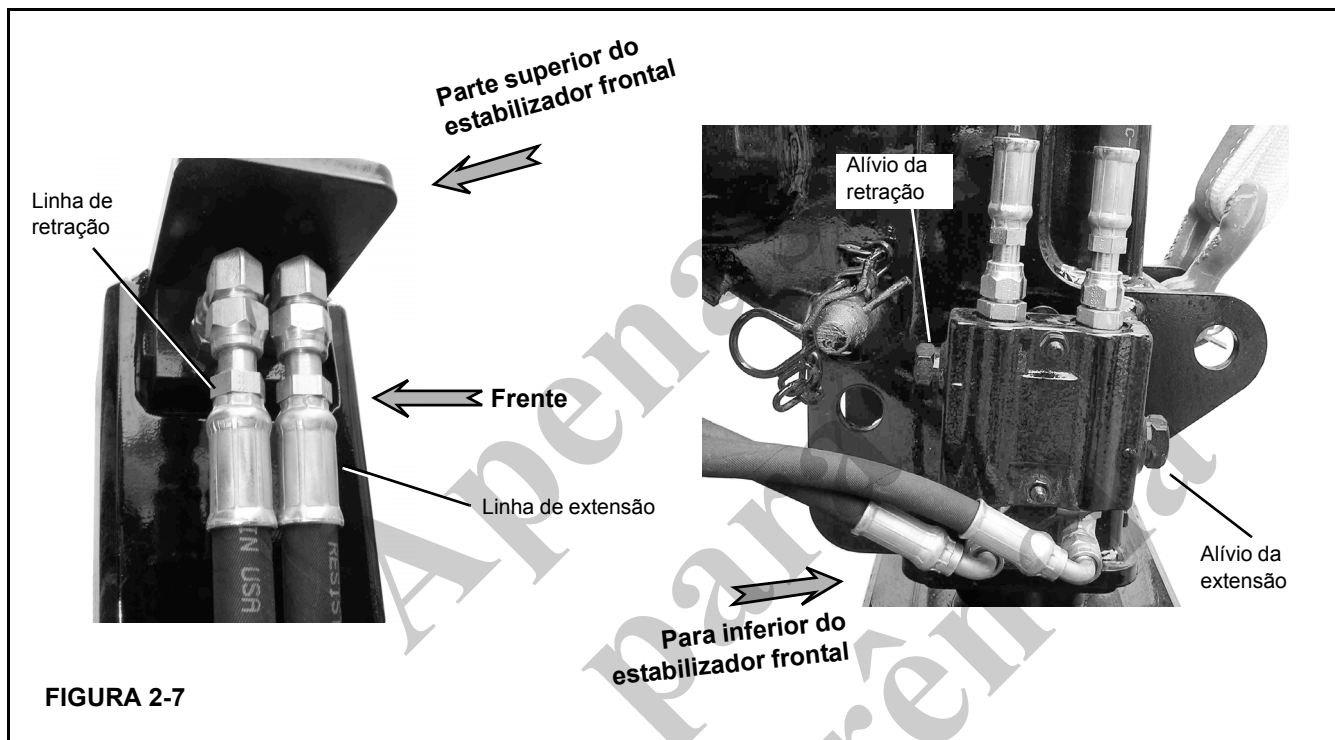

FIGURA 2-7
1. Desconecte as linhas de extensão e retração do SFO (Figura 2-7). Tampe a linha de retração e instale um manômetro na linha de extensão.